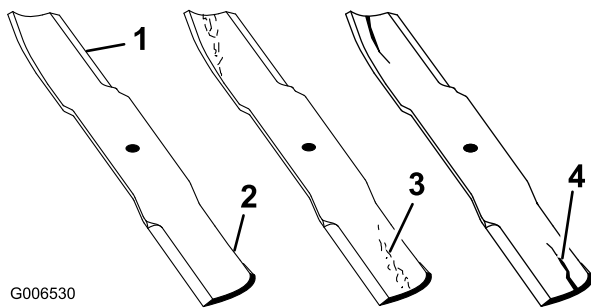

Figura 85
1. Inspeccione los filos de corte (Figura 85).
2. Inspeccione las cuchillas, especialmente la parte curva (Figura 85).
Si observa daños, desgaste o la formación de una ranura en esta zona (Figura 85), instale inmediatamente una cuchilla nueva.